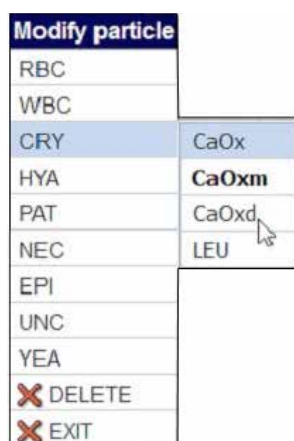

Рисунок 30. Диалоговое окно модификации класса частиц по умолчанию.
1. Поместите курсор над меткой, которую вы хотите изменить. Нажмите правой кнопкой мыши по метке для появления диалогового окна Modify particle (изменить частицу) (см. рисунок 30).
1. Поместите курсор над меткой, которую вы хотите удалить. Нажмите правой кнопкой мыши по заголовку для появления диалогового окна (см. рисунок 30).